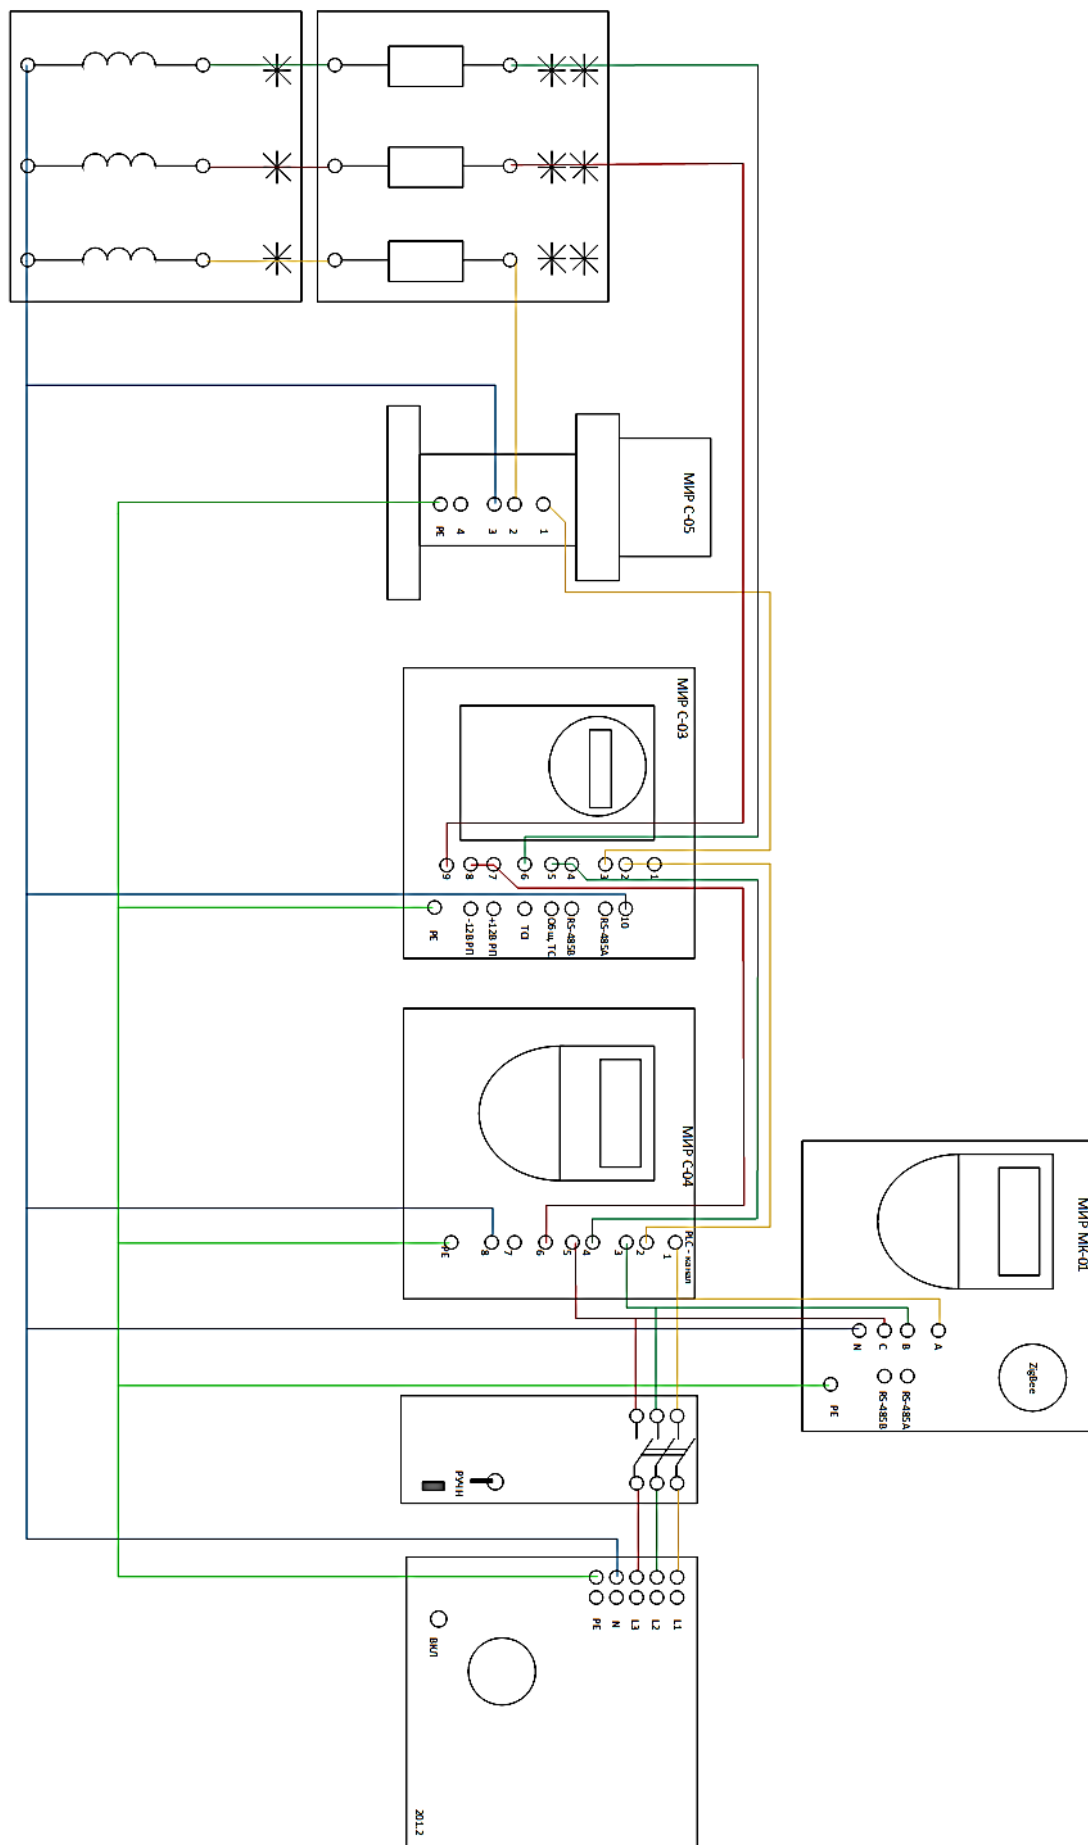

Рис. 34. Схема эксперимента ZigBee
1. Собрать схемы эксперимента (рис. 34–36).